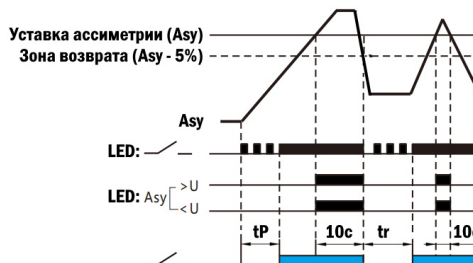

Рис. 6 – Контроль асимметрии (перекоса) фаз
3. Контроль асимметрии (перекоса) фаз (рис. 6).